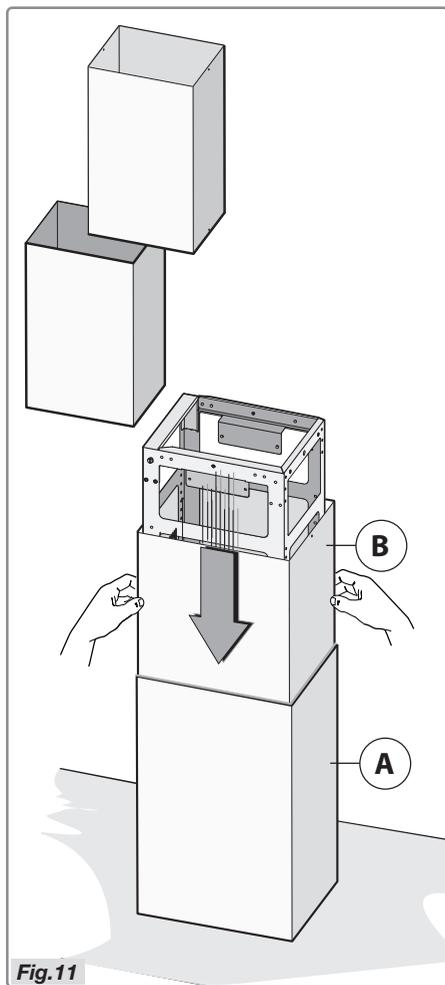

Fig.11
- Raccordez la tige inférieure **A** à la tige supérieure **B** comme indiqué à la Figure 11.